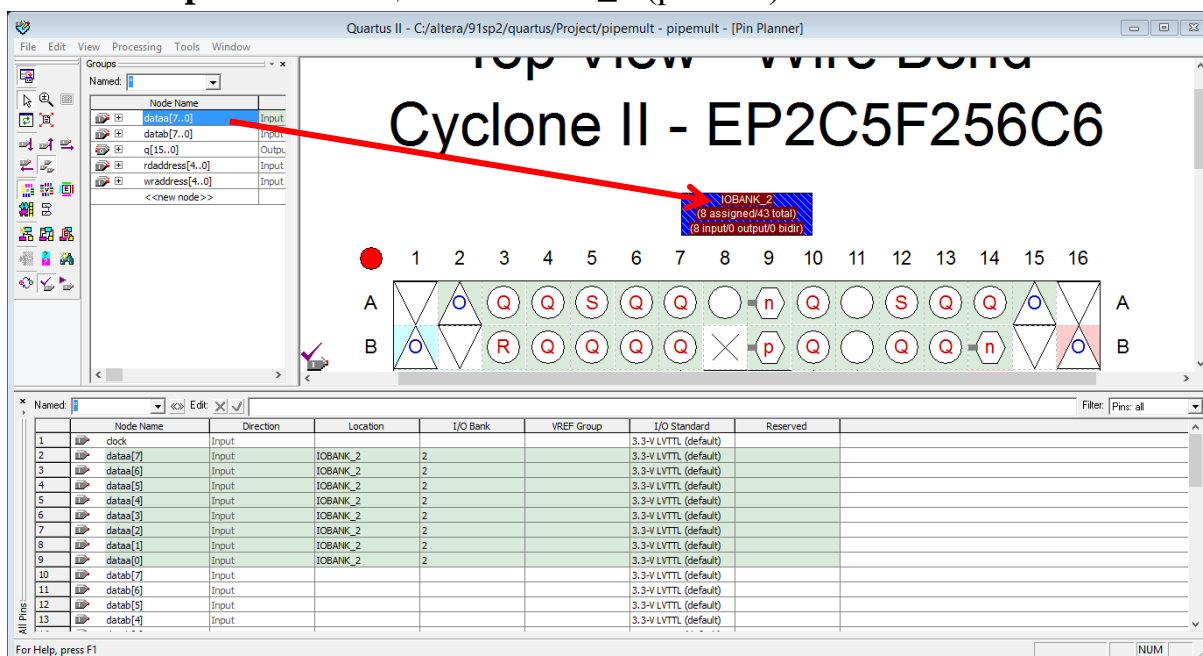

Рисунок 57. Вікно утиліти **Pin Planner**
1.6. У вікні **Groups List (Pin Planner)**, виділіть вхідну шину **dataa**. Потім, утримуючи ліву кнопку мишки, перенесіть шину **dataa** з вікна **Groups List** в секцію **IOBANK_2** (рис. 57).